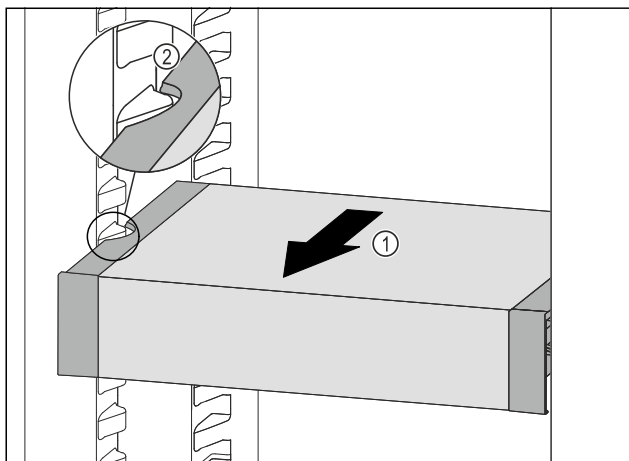

Fig. 115
- VarioSafe naar voren trekken Fig. 115 (1), tot de uitsparingen aan de zijkant van de VarioSafe zich ter hoogte van de rib in het koelgedeelte bevinden. Fig. 115 (2)